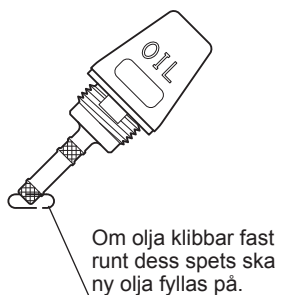
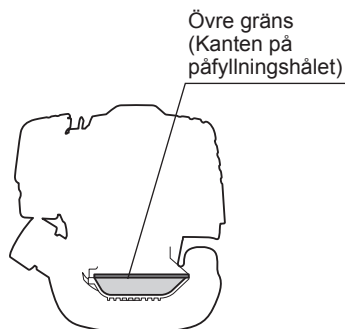

Fig. 1
Fig. 2
- Medan du håller motorn plant, ta ur oljesticken och kontrollera så att det finns olja påfyllt inom den övre och nedre gränsmarkeringen. När det är dåligt med olja så att oljesticken snuddar oljan med spetsen, särskilt med oljesticken fortfarande isatt i vevhuset utan att vara iskruvad (Fig. 1), ska olja fyllas på igen nära öppningen (Fig. 2).
(1) Håll motorn plant och ta ur oljesticken.
(2) Fyll på med olja upp till kanten i påfyllningshålet. (Se Fig. 2.)